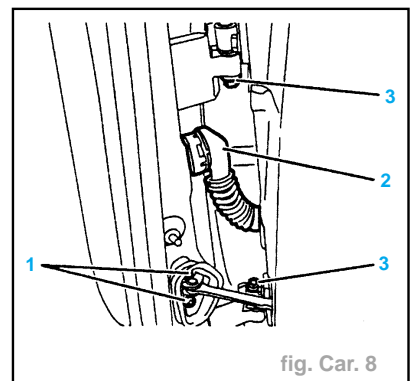

fig. Car. 8
- Déposer (fig. Car. 8) :
- la fixation (1),
- la connexion électrique (2),
- les fixations (3),